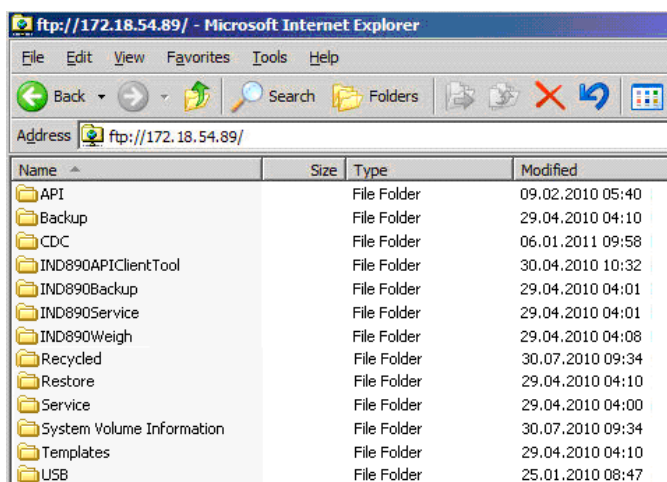

Figura B-8: Finestra FTP di Internet Explorer
3. In seguito Explorer visualizza la struttura delle cartelle dell'IND900 (Figura B-8).